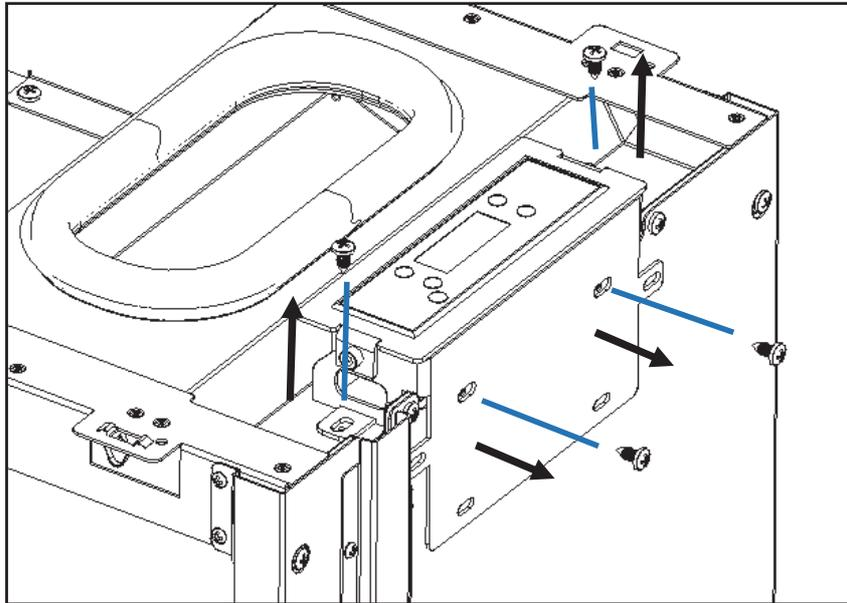

Figura 47 - Extracción de la pantalla del equipo
a) Antes de asamblea las envolventes, debe quitar la pantalla de equipo, soporte desenroscando los cuatro tornillos que se muestra en la Figura 47.